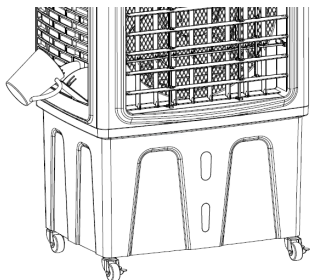
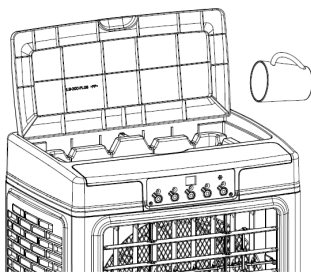

fig.1
fig.2
1. Encha o tanque de água de forma que o nível da água esteja sempre entre as marcas MIN e MAX. O tanque de água pode ser enchido usando a tampa superior (fig.2) ou lateral (fig.1). O depósito de água pode ser esvaziado através da válvula de drenagem (fig.3).